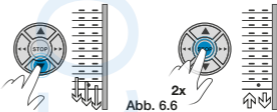

Abb. 6.6
6. Drücken Sie zweimal im Abstand von max. 1 Sekunde die STOP-Taste an Ihrem Controller – der **mob.iq [M35 EZRS]** Motor registriert die untere Endlage und führt eine langsame AB-/AUF-Bewegung durch. Wenn Ihr Controller keine STOPP-Taste hat, müssen Sie 15 Sekunden warten – der Motor registriert die untere Endlage selbständig und führt eine langsame AB-/AUF-Bewegung durch – Abb. 6.6.